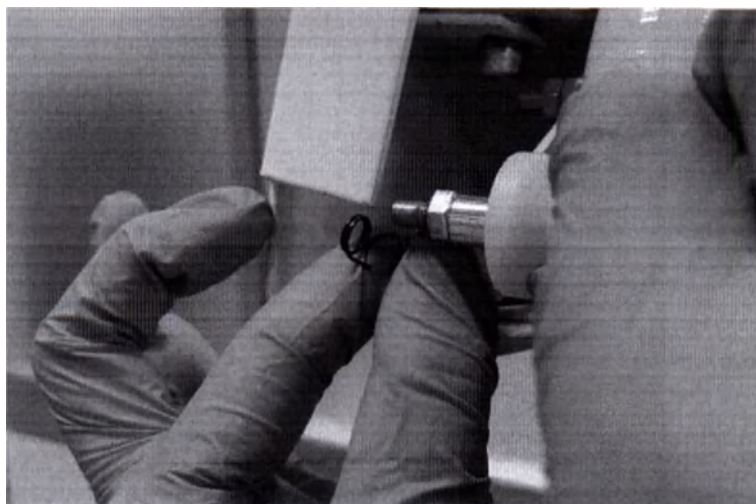

Рис.8.16 – Установка пружины
8.4.11. Отодвиньте пружину, которая располагается слева от конца установочного винта, и наденьте ее на винт как показано на рис.8.16.